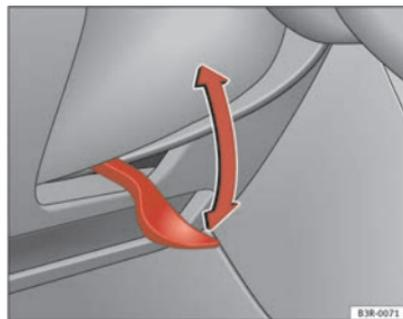

Fig. 134 Leva sotto il piantone dello sterzo
- Abbassare la leva ⇒ fig. 134 ⇒ ⚠.